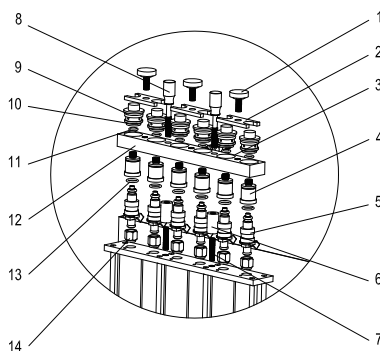

Abb. 07
- Montieren Sie den Kraftstoffverteiler und die Einspritzdüse auf der Halterung des Kraftstoffverteilers mit einer geeigneten Stellschraube und Rändelmuttern. Ziehen Sie dann zwei Riffelschrauben (schwarz) fest. (siehe Abb. 07)